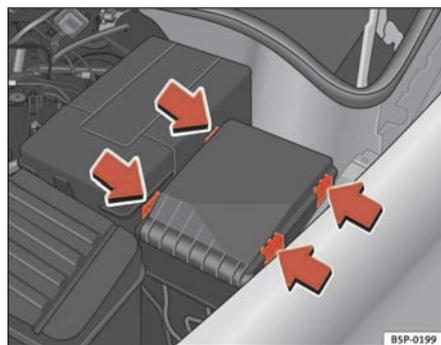

Fig. 172 Tapa de la caja de fusibles en el compartimento motor
- Retire la tapa de fusibles del compartimento del motor haciendo presión sobre las lengüetas hacia el centro de la tapa ⇒ fig. 172.